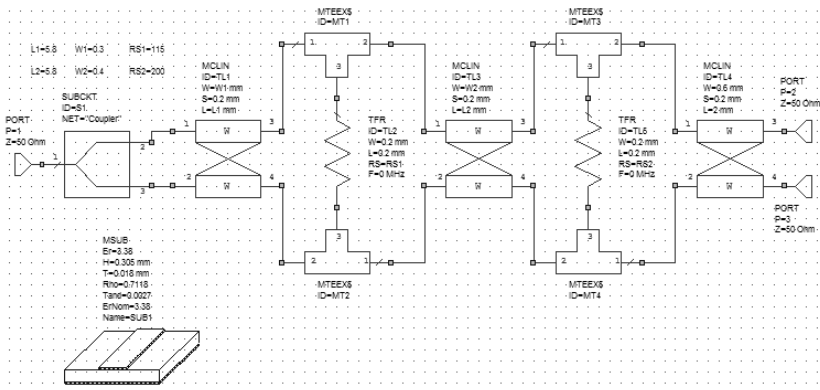

Рис. 1.6
3.17. Щелкните по значку **Tune Tool** и назначьте для настройки все введенные переменные. Должна получиться схема, показанная на рис. 1.6.